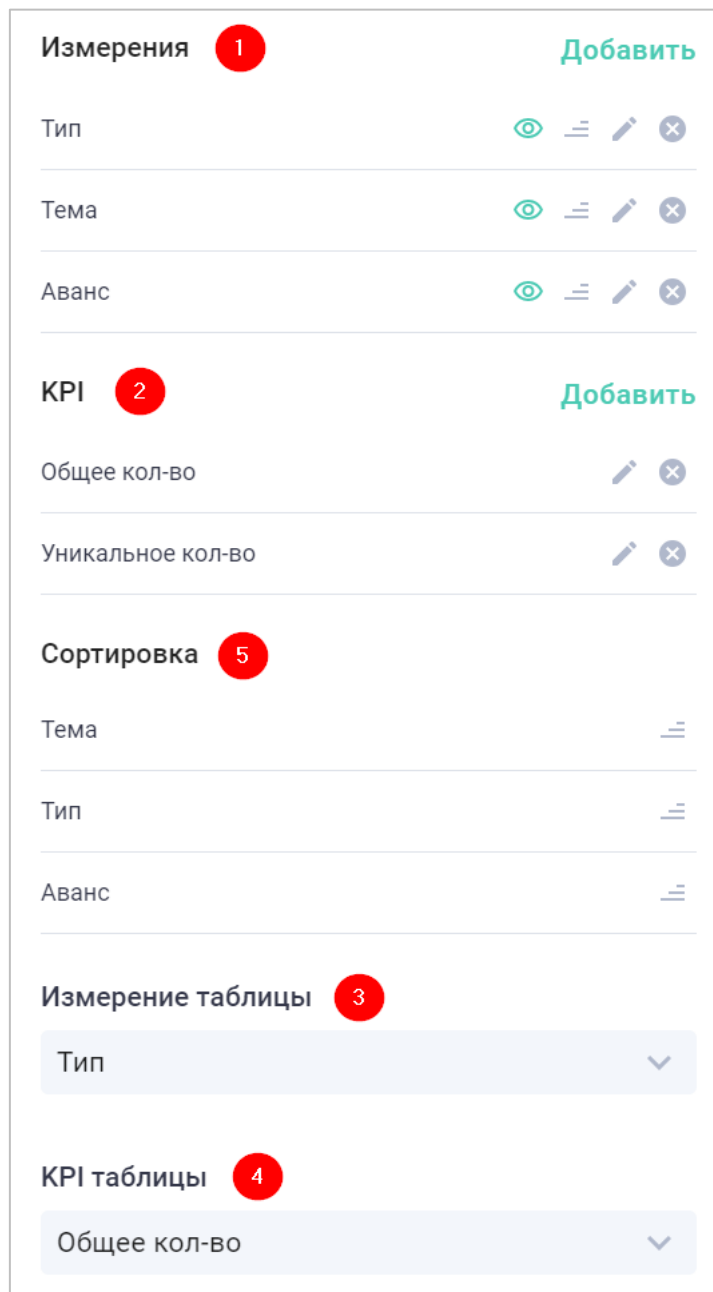

Рисунок 55. Настройка сводной таблицы
Для настройки таблицы (Рисунок 55) необходимо указать минимум два измерения (1) и один KPI (2).